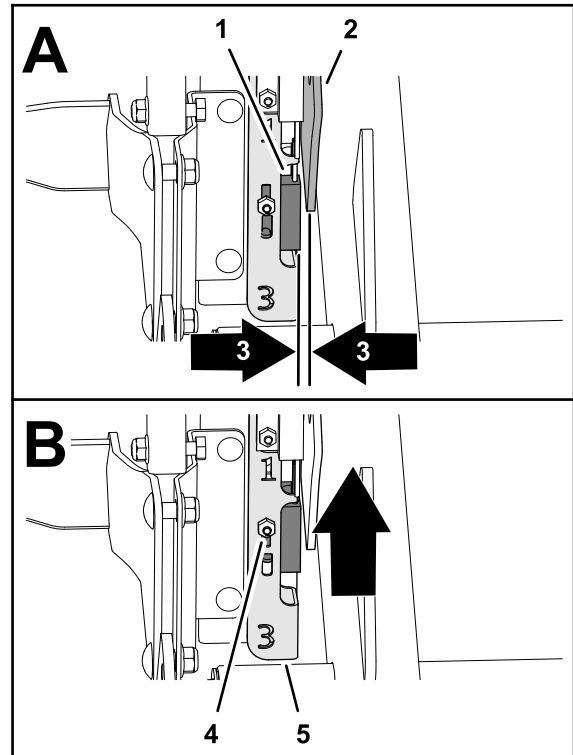

Figura 34
2. Verificate che il gruppo dell'interruttore di prossimità (fuori dal telaio ad H) non si trovi a una distanza di oltre 1,5 mm dalla piastra di misurazione (Figura 34).
4. Se necessario, allentate il dado di bloccaggio e il bullone a testa tonda che fissa la piastra di montaggio dell'interruttore e sollevatela e fissatela alla posizione superiore (Figura 34).
5. Serrate il dado di bloccaggio (Figura 34).